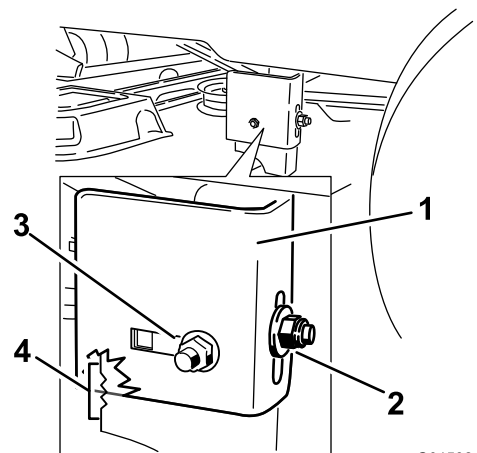

Figura 51
10. Afloje la tuerca de bloqueo lateral de la pletina de suspensión lo suficiente para permitir ajustar la barra (Figura 51). Utilice las muescas del soporte soldado para medir la cantidad de ajuste. Cada muesca completa equivale a 6 mm y un solo lado equivale a 3,2 mm (Figura 52). Ajuste la carcasa de corte a la altura deseada.